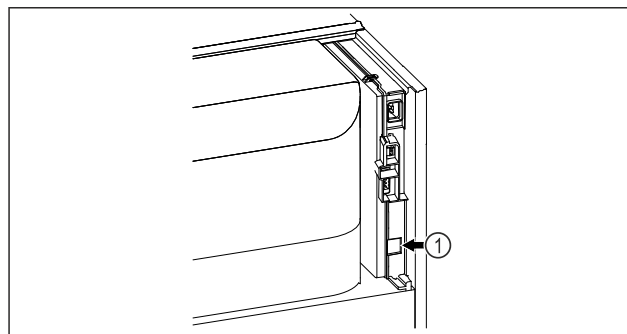

Fig. 94
- ❑ SmartModule Fig. 94 (1) è inserito.